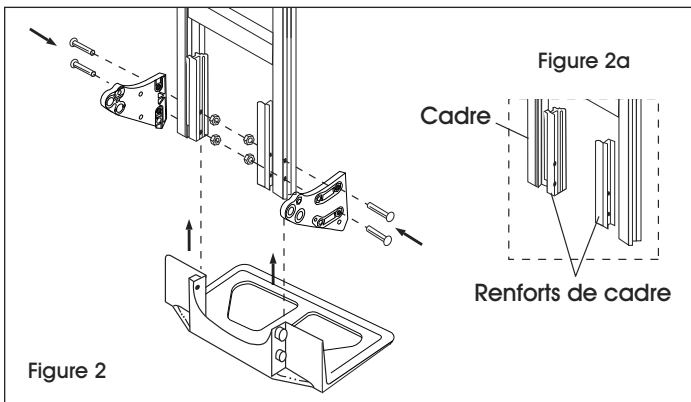

Figure 2
1. Positionnez les renforts de cadre contre les glissières à l'extrémité inférieure du cadre. (Voir Figure 2a) Glissez la bavette dans la cannelure des renforts de cadre en gardant les trous de boulon alignés. (Voir Figure 2)
2. Alignez le support d'essieu avec la glissière extérieure du cadre. (Voir Figure 2)
3. Insérez quatre boulons de 8 mm à travers les supports d'essieu, le cadre, les renforts de cadre et la bavette. Fixez avec les écrous freinés, mais NE serrez PAS. (Voir Figure 2)